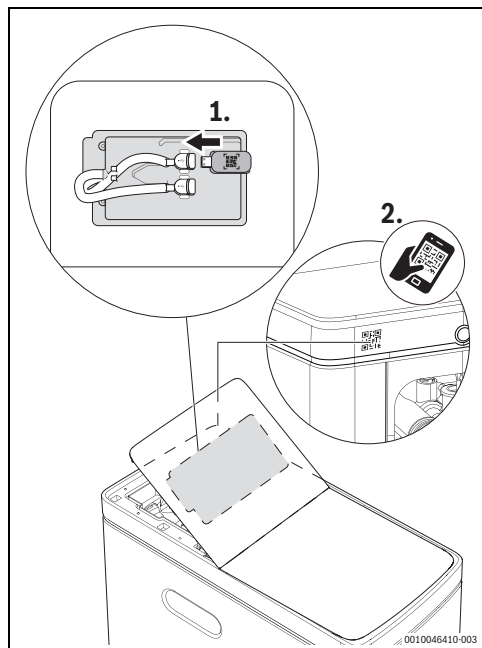

Fig. 32 Emplacement du QR code
1. Sur HomeCom Easy, scanner le QR code disponible sur le produit, tel que décrit dans (→ Fig. 32).